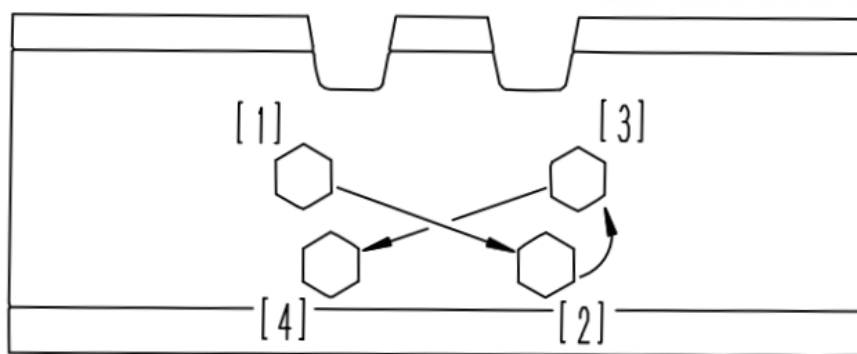

Рисунок 5.83. Схема затяжки крепежных болтов башмака гусеницы
- Затяжку болтов производить согласно схеме, представленной на рис. 5.83 в два этапа.